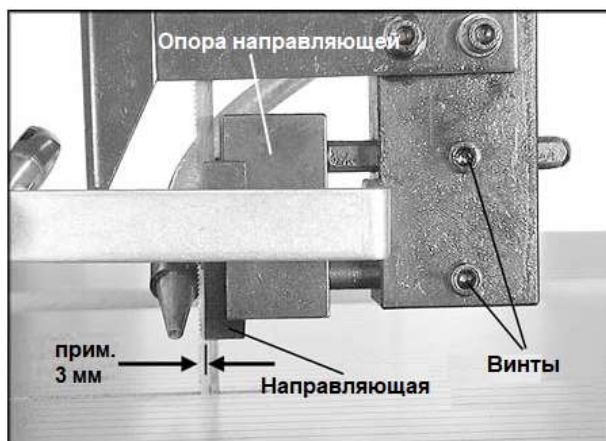

Рис. 8.
- Ослабьте два винта с внутренним шестигранником на корпусе направляющей. См. Рис. 8.
- В зависимости от ширины полотна сдвиньте опору направляющей вперед или назад. Передний край направляющей должен располагаться за зубьями полотна, на расстоянии примерно 3 мм. См. Рис. 8.